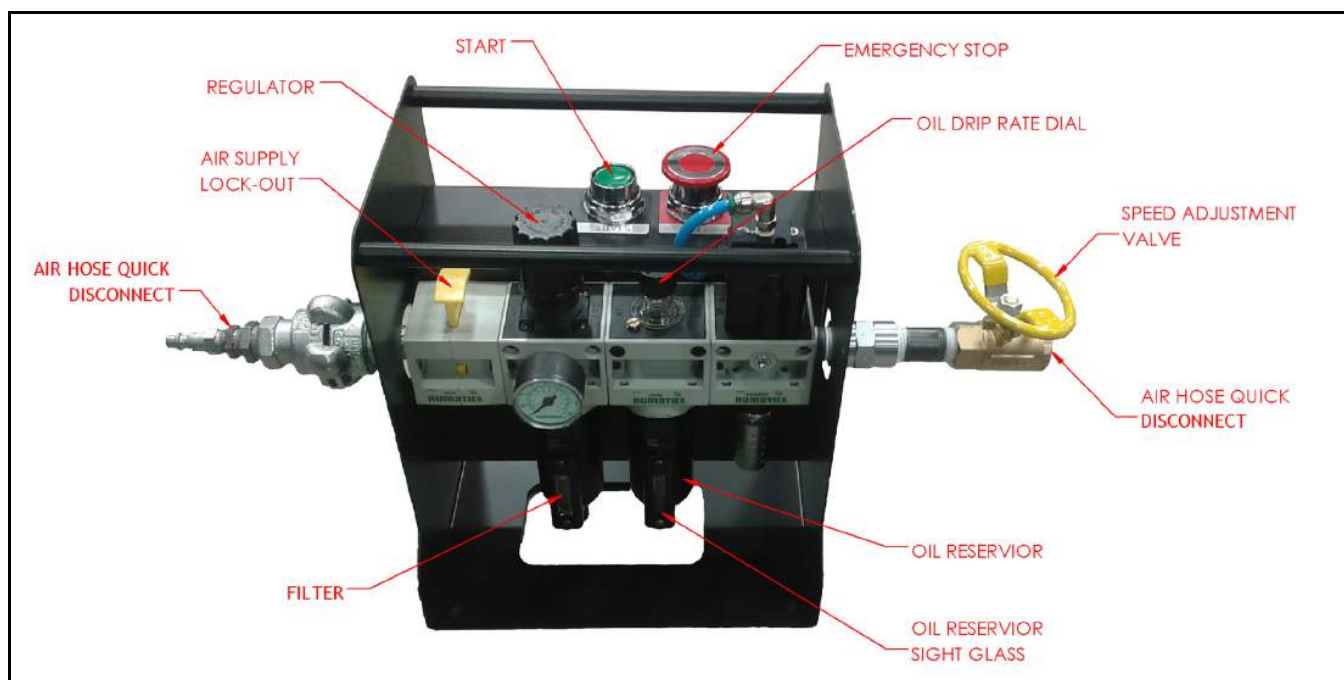

Рисунок 4-3. Органы управления пневматического модуля
1. Выполните эти действия на пневматическом модуле Air Caddy (изображенном на рис. 4-3):
- 5. Отрегулируйте скорость капания масла согласно необходимости (см. рис. 4-3).
3. Нажмите вентиль БЛОКИРОВКИ ПОДАЧИ ВОЗДУХА (AIR SUPPLY LOCK-OUT) вниз, чтобы закрыть его (см. рис. 4-3). Это приведет к устранению остаточного давления воздуха в контуре пневматического модуля Air Caddy.
1. Проверьте смотровое стекло бачка для масла в пневматическом агрегате Air Caddy (см. рис. 4-3 на стр. 25). Долейте при необходимости.
2. Убедитесь в том, что вентиль блокировки подачи воздуха открыт (то есть вытянут вверх). См. рис. 4-3 на стр. 25.